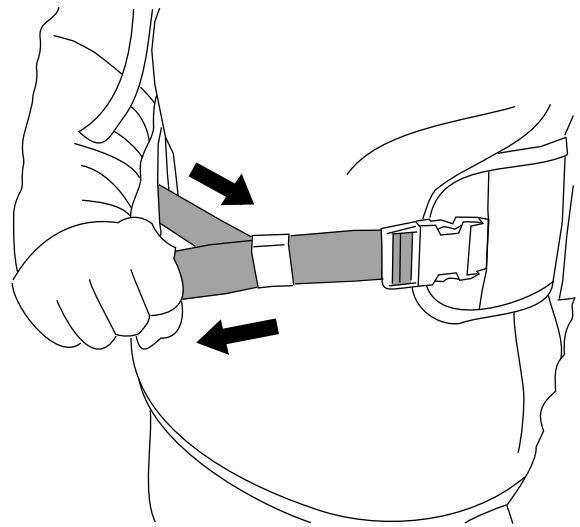

Figure 5
2. Serrez la ceinture jusqu'à ce qu'elle soit bien ajustée (Figure 5).